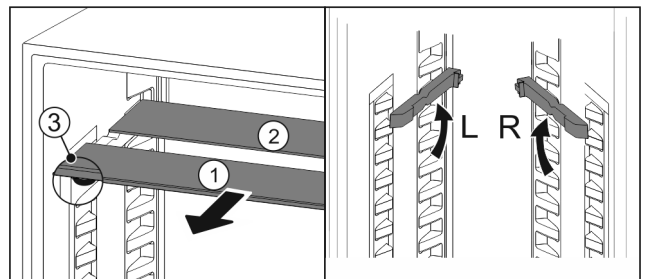

Fig. 55
- estrarre i ripiani di vetro singolarmente tirando in avanti Fig. 55 (1).
- Il piano in vetro Fig. 55 (1) con il motivo ornamentale è nella parte anteriore.
- I fermi Fig. 55 (3) sono rivolti verso il basso.